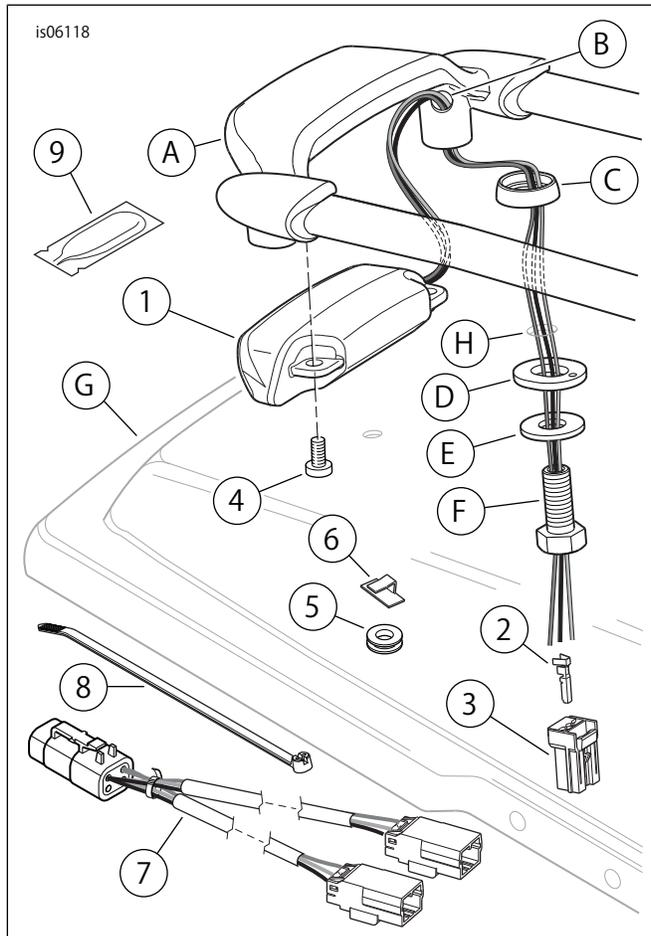

図3. 交換用パーツ、エアウィングサドルバッグリッドレールライトキット
「図3」および「表1」を参照してください。
2. すべての取り付け:「図3」を参照してください。キットからサドルバッグレールライトアッセンブリー(1)を用意します。
2. 「図3」を参照してください。キットからソケットターミナル(2)6個とソケットハウジング(3)2個を取り出します。サービスマニュアルを参照し、その指示に従って、ターミナルをサドルバッグレールライトワイヤーにクリンプします。